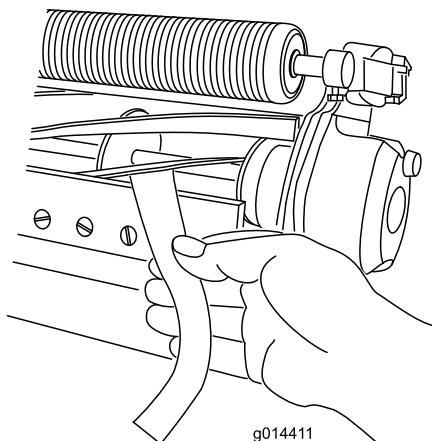

图5
- 在滚刀的一端将一长条报纸插入滚刀与底刀之间 (图5)。在从前面插入报纸并与底刀保持平行时缓慢地向前旋转滚刀同时顺时针旋转底刀架调整螺丝在滚刀的